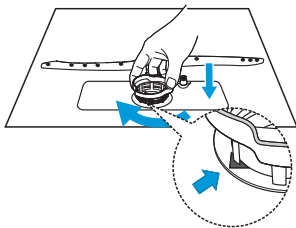

Fig. 3
5. Remonte os filtros na ordem inversa da desmontagem, recoloque o filtro e gire no sentido horário até a seta de fechamento (Fig. 3).